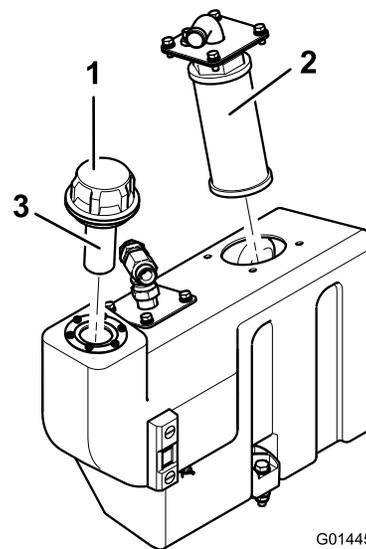

Figura 73
- Rimuovete la flangia di aspirazione del serbatoio dell'olio per poter raggiungere la succhieruola (Figura 73).
- Svitare la succhieruola, rimuovetela e pulitela con paraffina o benzina prima di montarla (Figura 73).